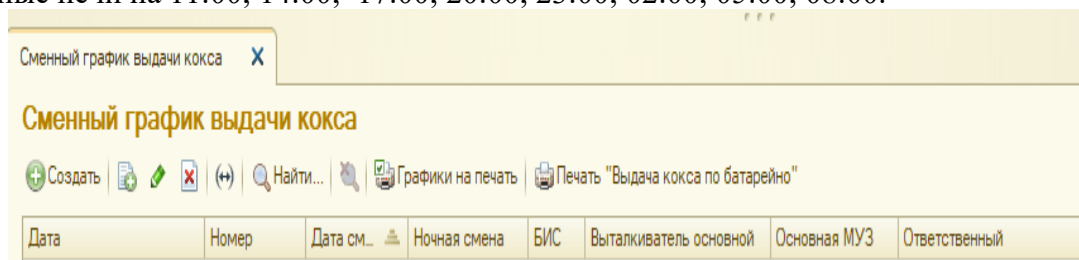

Рисунок 2
3.1.1 Форма заполняется мастером, занятым на горячих участках работ и на работах с вредными условиями труда, газовщиком коксовых печей (рисунок 2)